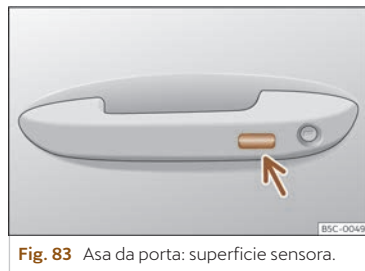

Fig. 83 Asa da porta: superfície sensora.
- **OU BEN:** mediante o sistema Keyless Access (só peche): Durante algúns segundos, manteña un dedo sobre a superficie sensora de bloqueio >>> **fig. 83** (frecha) da asa da porta para que se pechen as xanelas e o teito. Se deixa de tocar a superficie sensora, interrómpese a función de peche.
Durante uns segundos, manteña un dedo na superficie sensora de bloqueo >>> **fig. 83** (frecha) da asa da porta para pechar o teito. Se deixa de tocar a superficie sensora, interrómpese a función de peche.